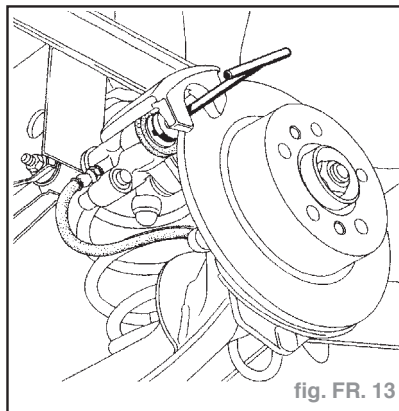

fig. FR. 13
- Repousser le piston en le vissant à l'aide de l'outil Fre. 1190 jusqu'à ce qu'il soit au fond de son alésage (fig. FR. 13).